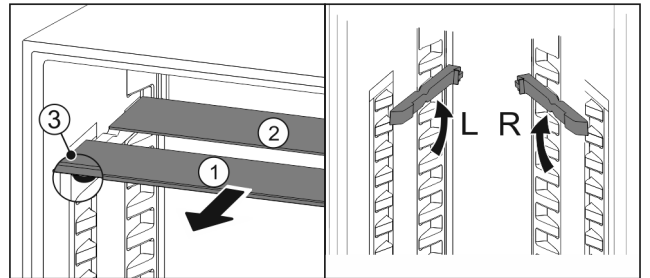

Fig. 23
- ▶ Retire Fig. 23 (1) las placas de cristal individualmente hacia adelante.
- ▷ La placa de vidrio Fig. 23 (1) con tira decorativa se encuentra en la parte delantera.
- ▷ Los topes Fig. 23 (3) apuntan hacia abajo.